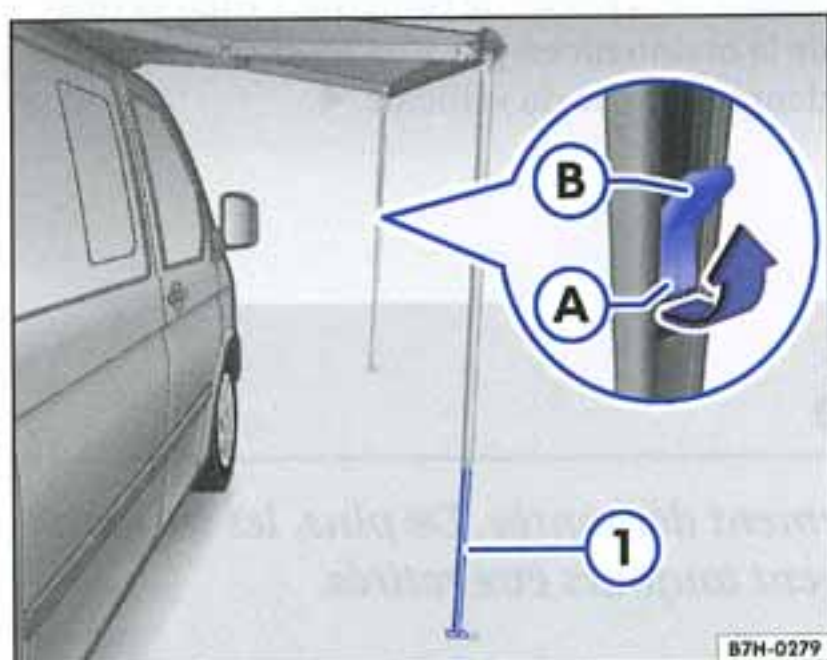

Fig. 33 Fixation solide de la marquise déroulée
- Réglez les deux pieds de soutien ⇒ page 47, fig. 33 ① à la hauteur souhaitée, puis bloquez-les en faisant passer le bloqueur à bascule situé au milieu du pied de soutien de la position ① à la position ②.